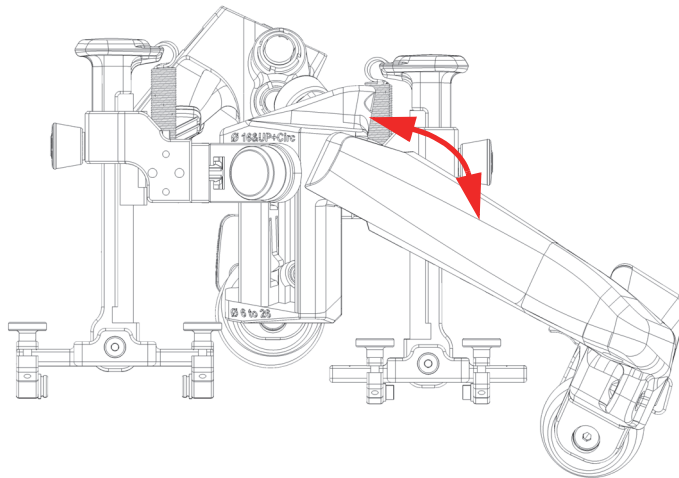

Abbildung 2-4 Rahmenverstellung für die Rundnahtprüfung, Schwenkposition für Rohre mit 406,4 mm Durchmesser und niedriger
Wenn sie weit genug gelockert sind, springen die Knöpfe aus den Gewinden heraus, bleiben aber mit dem Scanner verbunden (Abbildung 2-4 auf Seite 42).
2. Schwenken Sie den Rahmen bis zur gewünschten Position und achten Sie darauf, dass die Endlage nicht überschritten wird. Die Knöpfe müssen wieder in dem Rahmen einrasten (Abbildung 2-4 auf Seite 42).